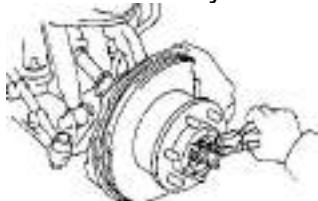

Рис. 3-20.
Рис. 3-20а. Привод переднего колеса.
Привод каждого колеса 1 (рис. 3-20а.) состоит из двух шарниров равных угловых скоростей и вала 9, который выполнен из прутка.
- при помощи круглогубцев, снимите стопорное кольцо с вала привода (рис. 3-20.);
При помощи круглогупцев, удалите стопорное кольцо 4 (рис.3-20а.). Используя керн и молоток нанесите метки на тройном шарнире и валу как показано на рис. 3-26 и сбейте тройной шарнир с вала.